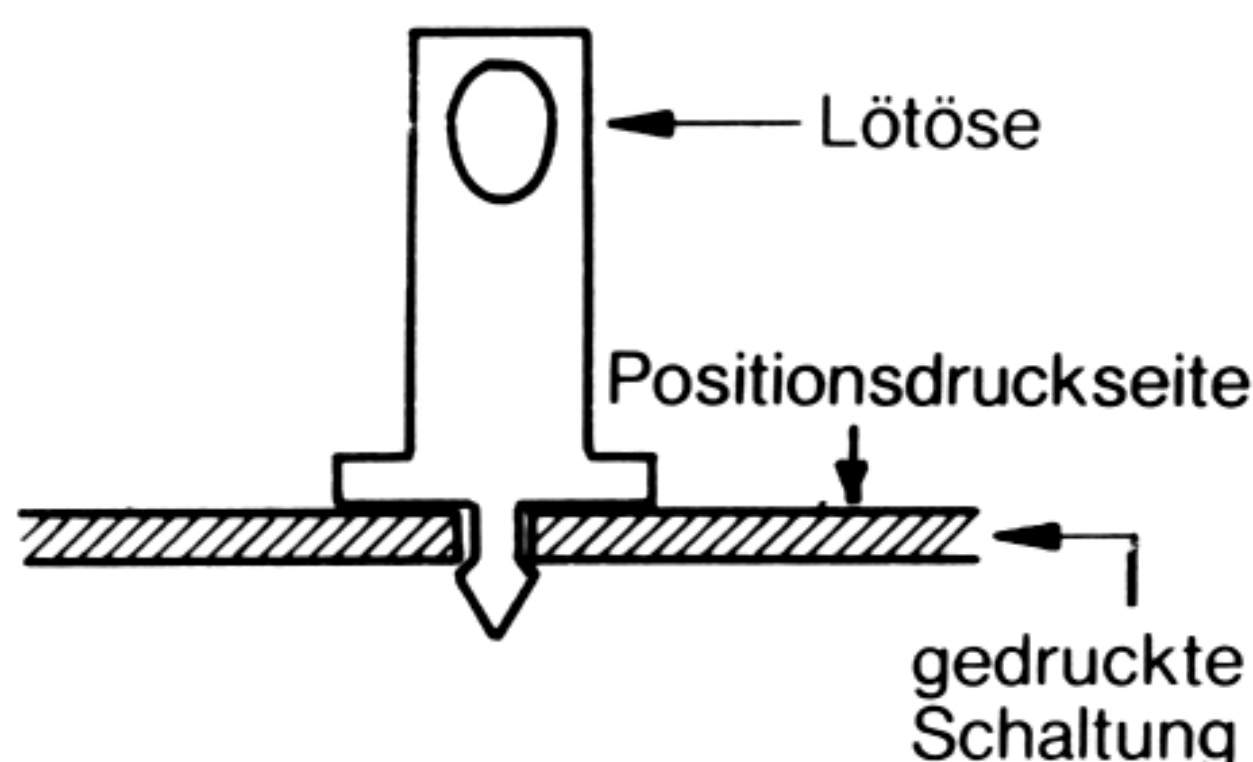
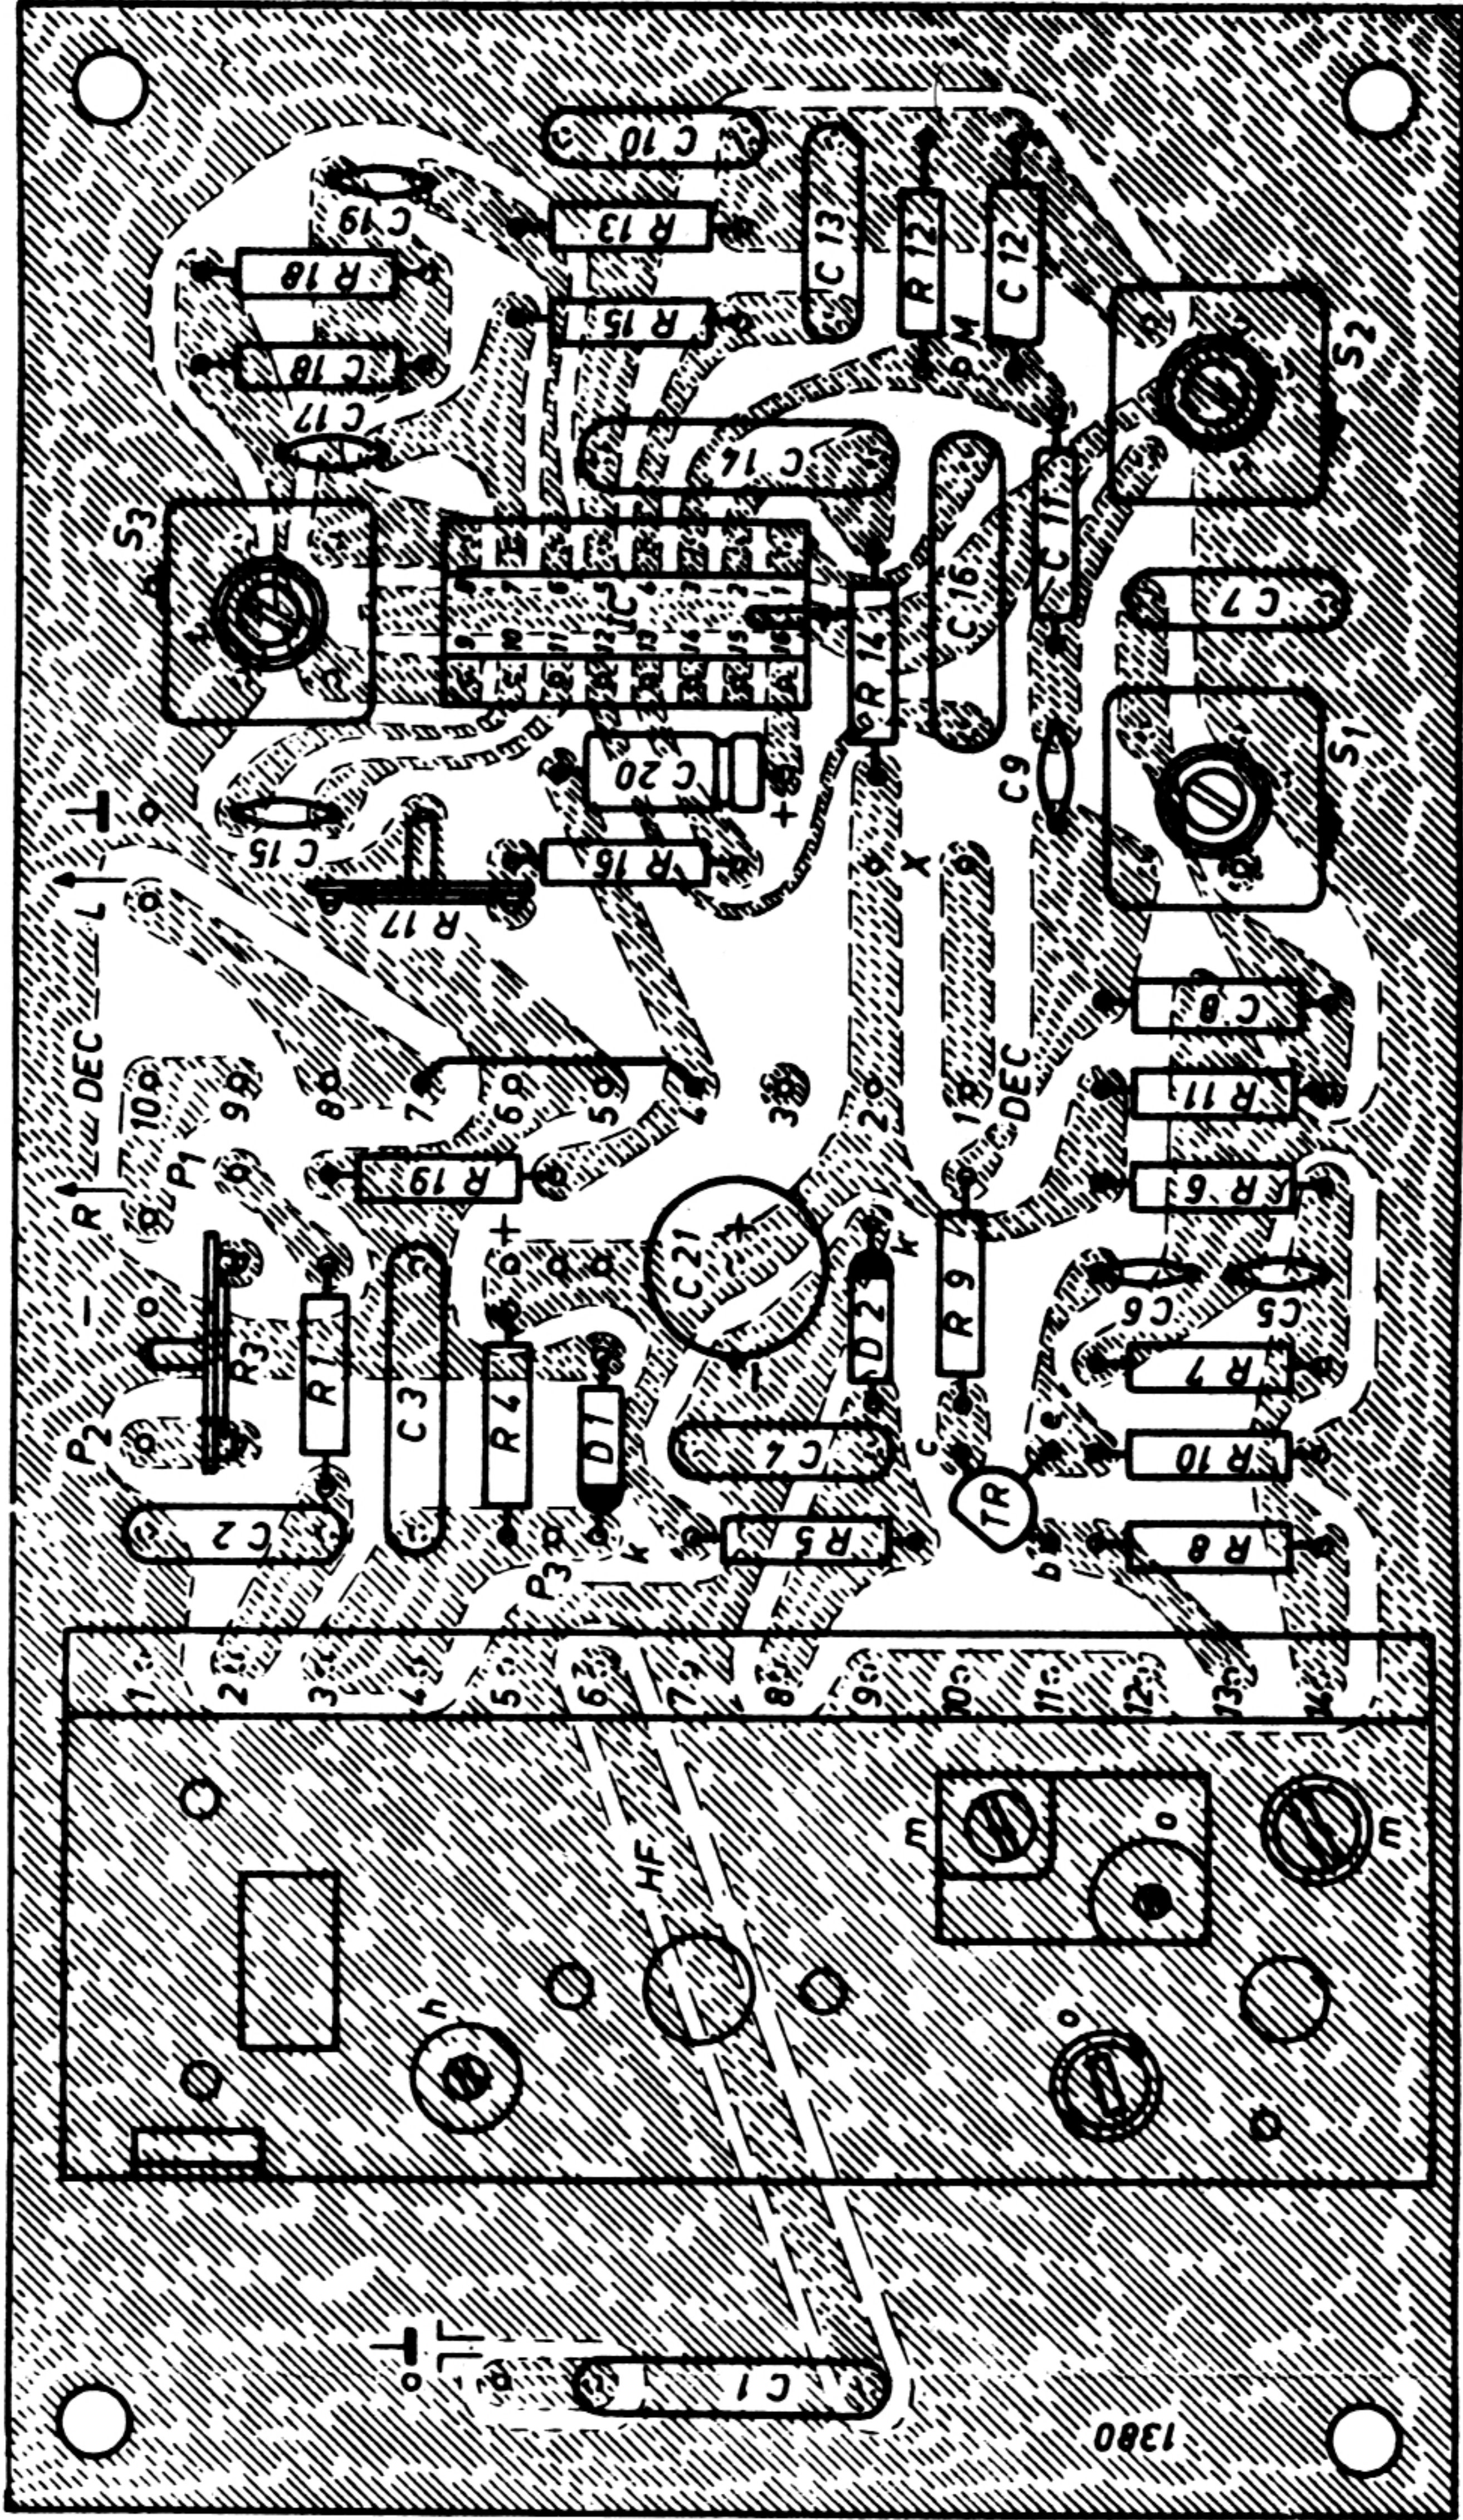
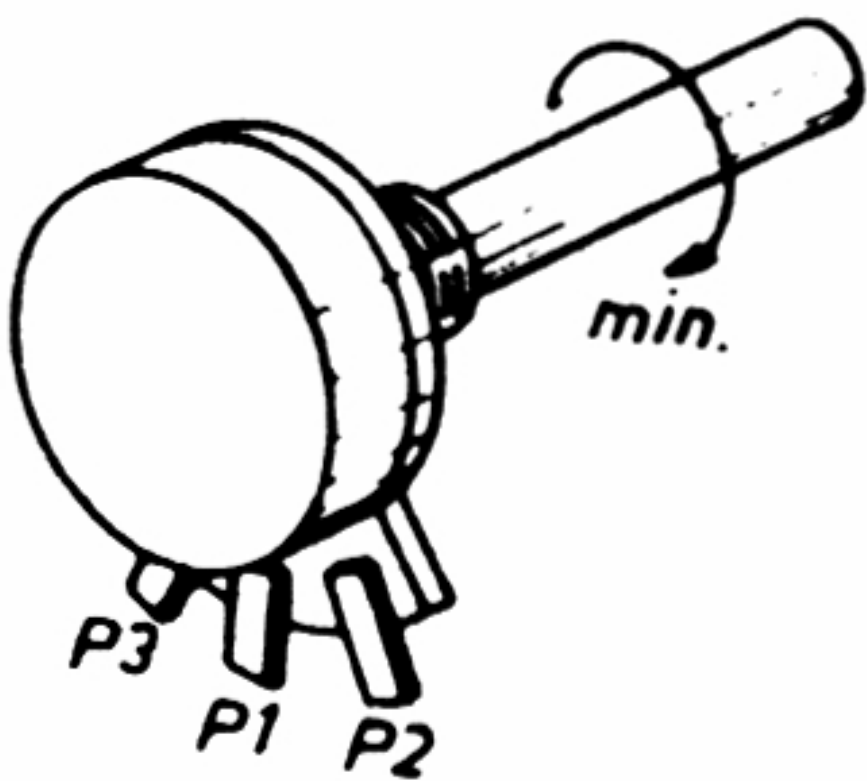

Abb. 6
Abb. 4
Abb. 11
Die so vorbereitete HF-Einheit wird später in die Löcher 1–14 (links in Abb. 4) der gedruckten Schaltung verlötet.
2. Setzen Sie 13 Lötösen auf die gedruckte Schaltung (Abb. 4) in die nachstehend aufgeführten Löcher ein. Drücken Sie die Lötösen mit ihrem kurzen Ende von der Positionsdruckseite her fest in die Bohrungen und verlöten Sie sie mit den Kupferbahnen (Abb. 6):
5. Stecken Sie vorsichtig die Fassung für das IC auf die Positionsdruckseite der gedruckten Schaltung (Abb. 4). Da sie symmetrisch aufgebaut ist, ist es gleich, wie herum Sie sie einbauen. Achten Sie aber darauf, daß jedes Bein sorgfältig in dem entsprechenden Loch sitzt und gut verlötet wird.
6. Stecken Sie den Transistor auf die gedruckte Schaltung. Aus Abb. 4 ist die Lage (abgeflachte Seite) zu ersehen, in der er eingebaut werden muß. Dabei dürfen sich die Anschlußdrähte nicht kreuzen, und der Transistor selbst soll ca. 5 mm über der gedruckten Schaltung stehen (Abb. 9).
9. Die beiden Trimpotentiometer werden aufrecht stehend auf die gedruckte Schaltung gesteckt, wobei sich die genaue Lage aus Abb. 4 ergibt.
11. Drücken Sie nun vorsichtig das IC auf die Fassung. Die eingekerbte Seite muß dabei zum Widerstand R 14 zeigen. Dies ist durch den Pfeil in Abb. 4 besonders verdeutlicht. Wenn Sie das IC einmal herausnehmen wollen, schieben Sie am besten vorsichtig einen dünnen Schraubenzieher zwischen IC und Fassung. IC = TBA 750 A
12. Bauen Sie als letztes schließlich die HF-Einheit (HF) ein. Entfernen Sie dazu als erstes den Plastikstreifen von den Spezial-Lötstreifen. Setzen Sie dann vorsichtig die HF-Einheit von der Positionsdruckseite her in die Löcher 1–14 und verlöten Sie die Stifte gut mit den Kupferbahnen.
Löten Sie an die Anschlüsse 1, 2, 3 (Abb. 11) des Potentiometers R 2 drei isolierte Drähte an. Da diese nicht abgeschirmt zu sein brauchen und auch ihre Länge nicht kritisch ist, sind Sie bei der Wahl des Standortes des Potentiometers völlig frei. Die anderen Enden der Drähte schließen Sie an die entsprechenden Lötösen auf der gedruckten Schaltung P 1, P 2 und P 3 (siehe Abb. 4).
**Erweiterungen für Stereo-Empfang.** Der Anschluß des Stereo-Decoders EB 7411 ist auf der gedruckten Schaltung EB 7410 vorgesehen. Entfernen Sie die Drahtverbindung DEC 4–7 (siehe Punkt 10). Die dem Bausatz EB 7411 beiliegende Steckerleiste wird in die Löcher DEC 1 bis 10 montiert. Die Leiste ist asymmetrisch, d. h. sie ist richtig herum eingebaut, wenn sich die Stifte gemäß Abb. 4 auf der linken Seite befinden. Die Stifte der gedruckten Schaltung des Stereo-Decoders passen in diese Steckerleiste und stellen beim Einstecken automatisch alle notwendigen Verbindungen her. Achten Sie darauf, daß die gedruckte Schaltung richtig herum eingesteckt wird, d. h. die Positionsdruckseite muß gemäß Abb. 4 nach rechts (außen) zeigen.